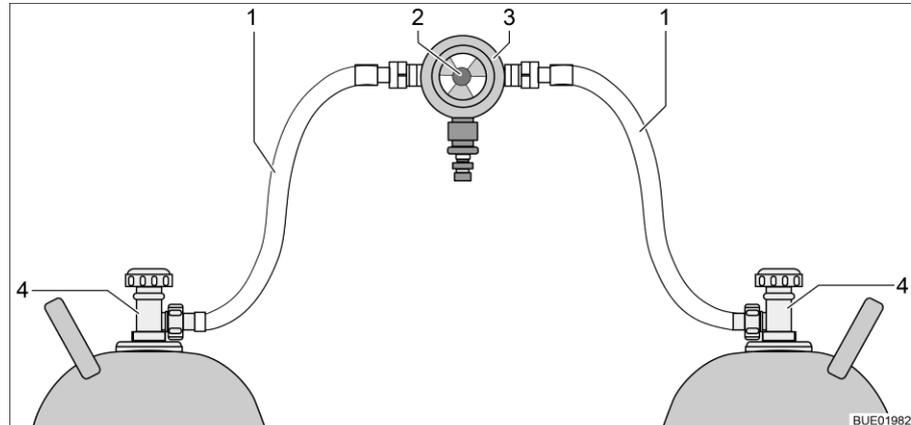
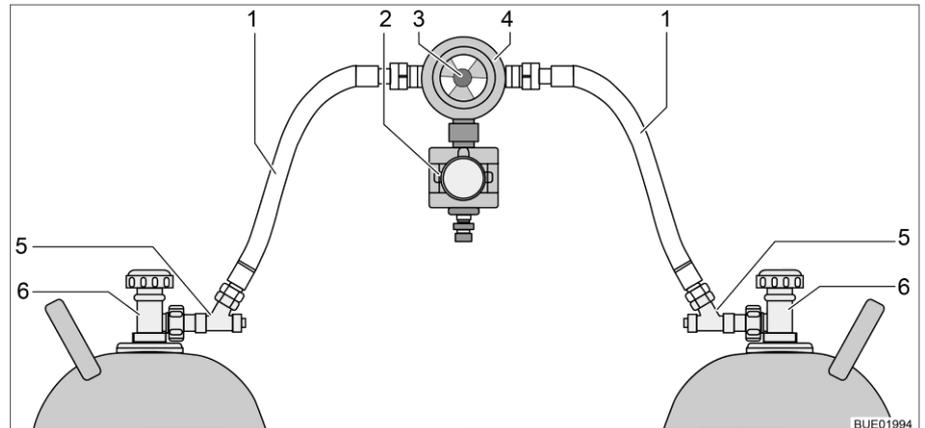

Fig. 182 Dispositif de commutation entre bouteilles de gaz
Fig. 183 Dispositif de commutation entre bouteilles de gaz avec CPU
Le dispositif de commutation entre bouteilles de gaz se compose d'un régulateur de pression du gaz combiné à une valve de commutation et indicateur (Fig. 182,3). Le dispositif de commutation entre bouteilles de gaz est monté entre les deux lyres (Fig. 182,1).
Le dispositif de commutation entre bouteilles de gaz se compose d'un régulateur de pression du gaz combiné à une valve de commutation et indicateur (Fig. 183,4) et d'une électrovanne (Fig. 183,2). L'électrovanne bloque l'arrivée du gaz au véhicule en cas de freinage brusque, d'accident ou de pente inhabituellement forte. Le dispositif de commutation entre bouteilles de gaz est monté entre les deux lyres (Fig. 183,1) avec des sécurités de rupture de tuyau (Fig. 183,5).
Le bouton rotatif (Fig. 182,2 ou Fig. 183,3), situé sur le dispositif de commutation entre bouteilles de gaz permet de définir laquelle des bouteilles de gaz est celle de service et laquelle est celle de réserve.
Seules les fonctions électriques peuvent être activées sur l'unité de commande (Fig. 184). Les robinets principaux des bouteilles de gaz (Fig. 182,4 et Fig. 183,6) doivent être ouverts ou fermés manuellement.
- Ouvrir les robinets principaux des bouteilles de gaz (Fig. 182,4 ou Fig. 183,6).
- Appuyer sur les sécurités de rupture de tuyau (Fig. 183,5) l'une après l'autre pendant 10 secondes.
- Choisir la bouteille de gaz avec le bouton rotatif (Fig. 182,2 ou Fig. 183,3) du dispositif de commutation à partir de laquelle le gaz doit être utilisé prioritairement (bouteille de service).
- Fermer les robinets principaux des bouteilles de gaz (Fig. 182,4 ou Fig. 183,6).